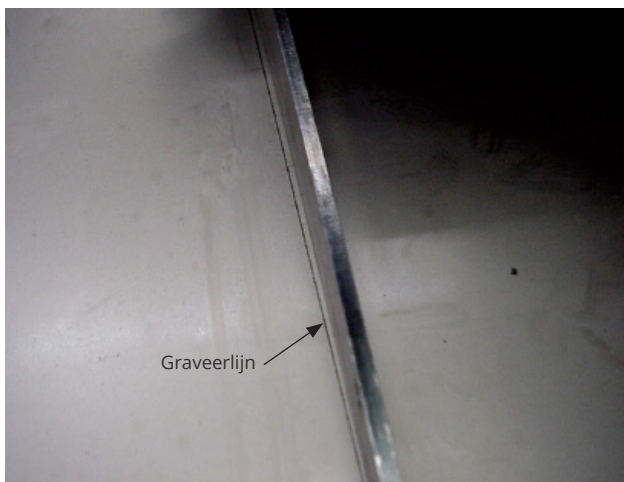

Fig. 4.7
- alleen mogelijk bij lasergesneden plaat. (Fig.4.7)